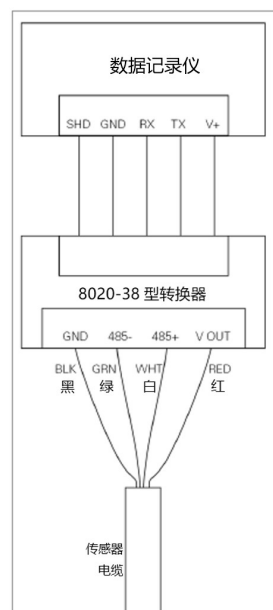

图 18-无 RS-485 通信接口的数据记录仪的连接
- 如果您的数据记录仪没有 RS-485 通信接口,请按图 18 连接(需使用 8020-38 信号转换器)。